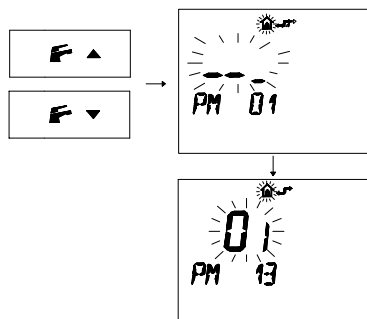

Figura 5.43
- Premere i pulsanti e per visualizzare la programmazione "PM13" modo pompa (Figura 5.43).